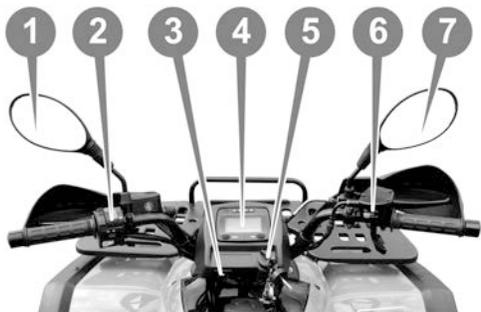
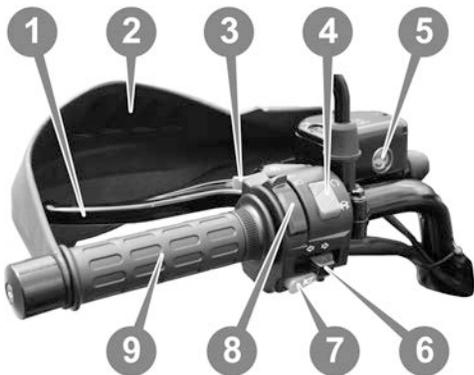

Рисунок 3.2.
Рисунок 3.5.
Элементы рулевого управления показаны на рис. 3.2.
Основные органы управления квадроциклом сосредоточены в блоках переключателей (см. рис. 3.2.): на левой стороне руля (см. рис. 3.5.) и на правой стороне руля (см. рис. 3.6.). Блок переключателей, управляющих работой бортового электрооборудования квадроцикла, находится на руле слева (см. рис. 3.5.), возле рукоятки (9). В блоке смонтированы пять переключателей: кнопка отключения двигателя (4), нефиксируемая кнопка включения стартера (3); переключатель ближнего и дальнего света фар (8); кнопка подачи звукового сигнала (7); переключатель указателей поворотов (6).
2. Поверните ключ зажигания в положение «**ON**». Включите кнопку отключения двигателя (4, рис. 3.5.) вверх. Не нажимайте рычаг дроссельной заслонки во время запуска двигателя.